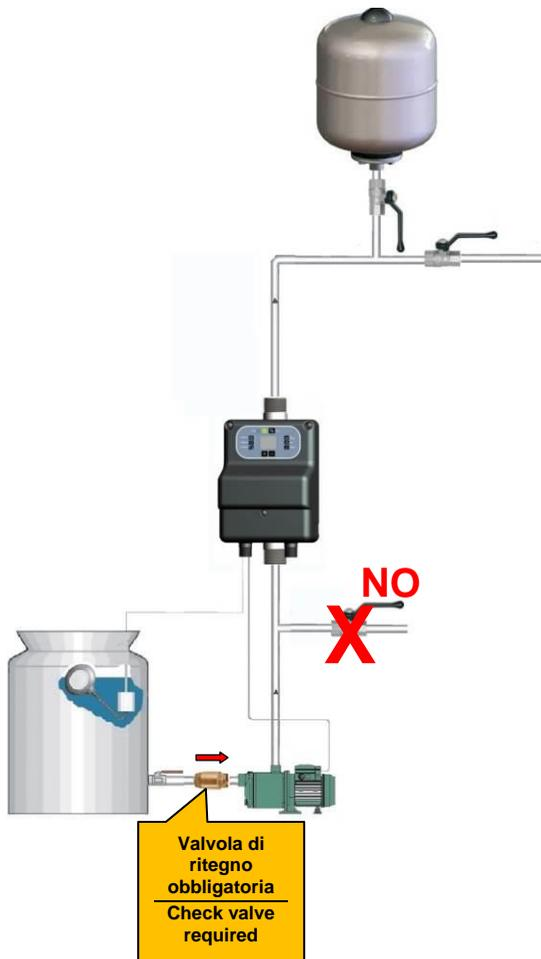

Figura 1
- Inserire la valvola di non ritorno in aspirazione (vedi Figura 1).
- Insert a non-return valve at the inlet (Figura 1).